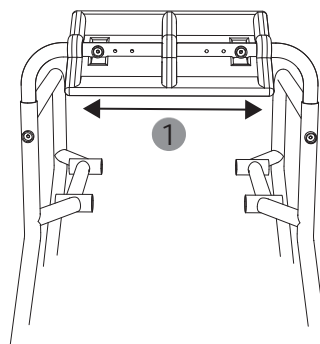

fig. 8
7. La pièce intermédiaire dans le dossier est desserrée et elle peut être réglée sur la largeur d'assise souhaitée (560/630/700 mm) en tirant sur les parties latérales vers l'un des trois trous de chaque côté (1, fig. 8). Lorsque vous modifiez la largeur d'assise, veillez à recentrer le dossier.